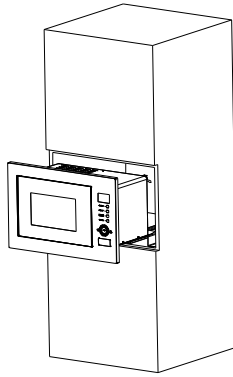

Fig.4
d) Coloque el microondas en el orificio del mueble hasta que se ajuste, como se muestra en la Fig.4.